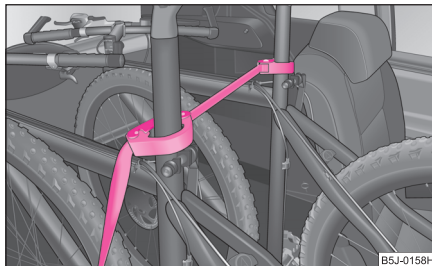

Fig. 69 Fixation des bicyclettes avec des colliers
- Mettez le collier avec la partie en caoutchouc vers l'avant (dans le sens de déplacement) le plus bas possible sur la tige de la selle et fermez le collier ⇒ fig. 69.
- Pour le transport de deux bicyclettes, serrez la sangle ⇒ page 68, fig. 69 autour des tiges des selles.